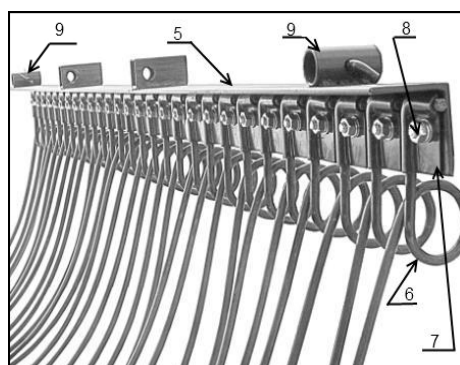

Рис. 4
4.9. Грабельная балка с зубьями является основным рабочим узлом граблей (рис.4).